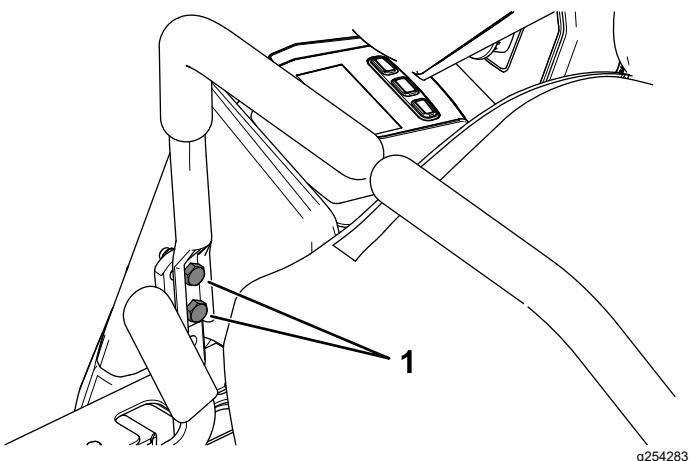

Figure 52
12. Resserrez les 2 boulons de fixation du levier de commande de déplacement (Figure 52).
10. Si l'alignement doit être corrigé d'un côté, desserrez les 2 boulons de fixation du levier de commande de déplacement du côté concerné (Figure 52).